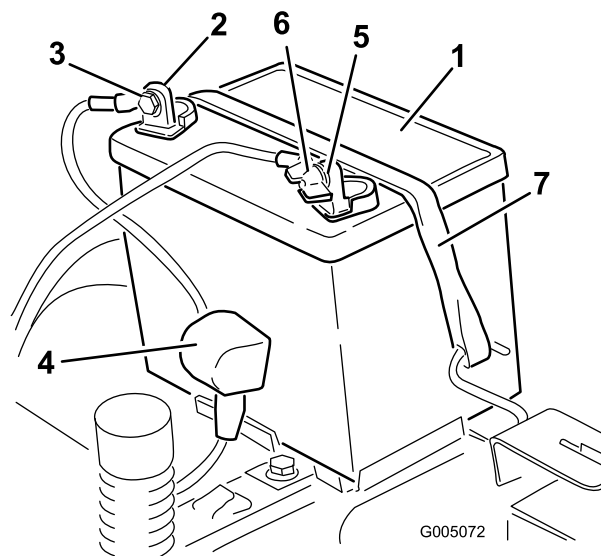

Figura 43
4. Desligue o cabo negativo (preto) do pólo da bateria (Figura 43).
6. Desligue o cabo positivo (vermelho) do pólo da bateria (Figura 43).
7. Retire o suporte da bateria (Figura 43) e levante a bateria para a retirar da respetiva plataforma.
1. Posicione a bateria no tabuleiro (Figura 43).
5. Prenda a bateria ao suporte (Figura 43).